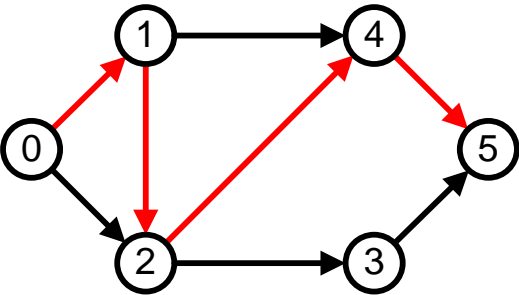

Рис.17. Сетевая модель работ для примера сокращения сроков за счет увеличения затрат
**Решение.** Построим сетевой график (рис.17) в соответствии с таблицей 14, считая, что заданы нормальные продолжительности всех работ. Результаты вычислений приведены в таблице 15.